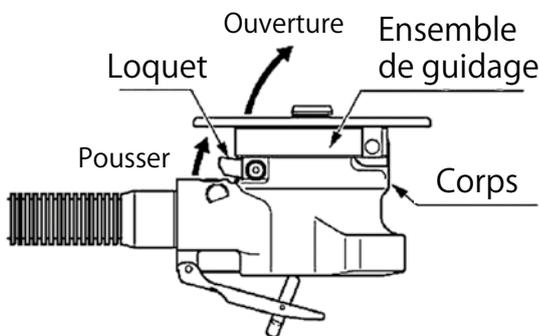

Fig.6
(2) Comment changer les plaquettes amovibles
- a. Appuyer sur le loquet pour débloquer l'anneau pivotant qui s'ouvre dans le sens de la flèche. (Fig.6)